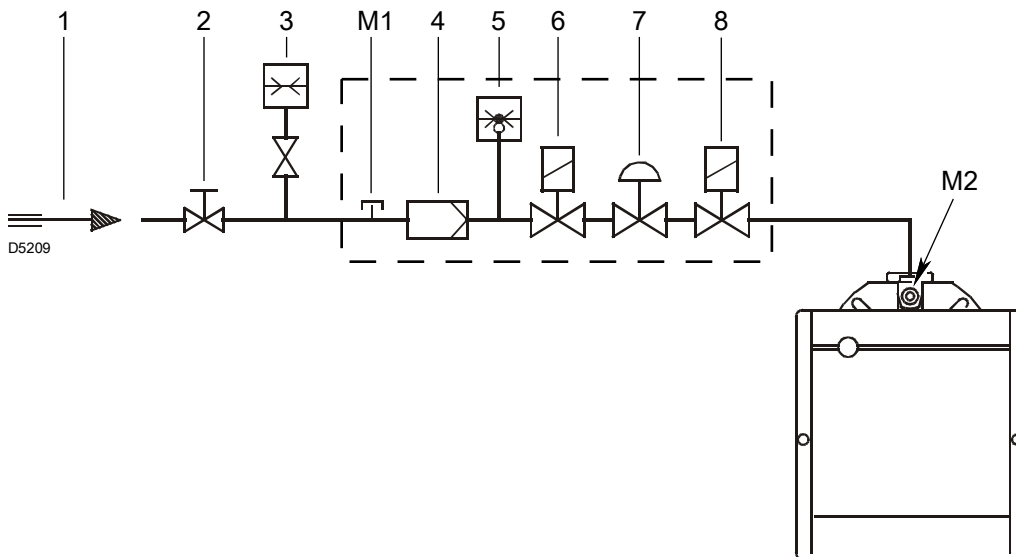

图 16
图例（图 16）
测试点 M2 ) 测量的燃气压力 ( 图 16 ) , 此时：
- 从测试点 M2 ) 压力减去燃烧室中压力 ( 图 16 ) 。
$$\begin{aligned} \text{测试点 M2 ) 燃气压力 ( 图 16 )} &= 10 \text{ 毫巴} \\ \text{燃烧室内压力} &= 2.2 \text{ 毫巴} \\ 10 - 2.2 &= 7.8 \text{ 毫巴} \end{aligned}$$
在所要的燃烧器工作的最大调制输出已经固定的情况下计算 测试点 M2 ) 所需的燃气压力 ( 图 16 ) :
- 在右边的栏 1，读取插口 M2 ) 处的压力 ( 图 16 ) 。